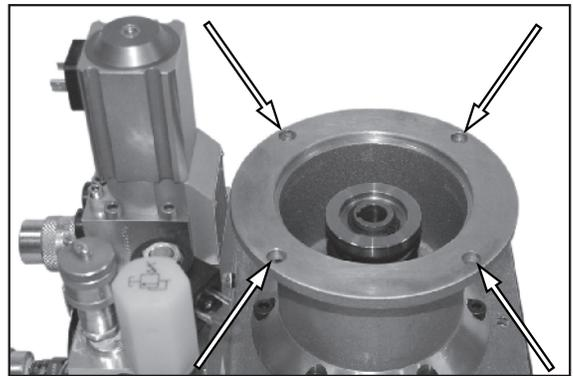

Figure 70.
6. Voir Figure 70. L'orientation des trous du support du moteur est très importante. Positionnez le support de sorte à ce que les trous se situent comme indiqué sur l'illustration. Installez les boulons du support de moteur.